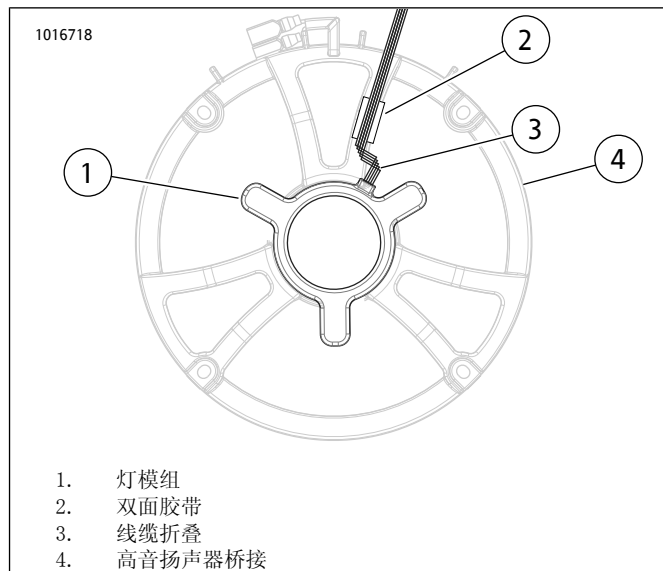

图3。布线线缆：车架安装式挡风板车型
6. 参见图 3。沿高音扬声器桥接(4)支腿布设和折叠线缆(3)。将套件中的胶带剪切至适当长度，然后用其将线缆固定至高音扬声器桥接。